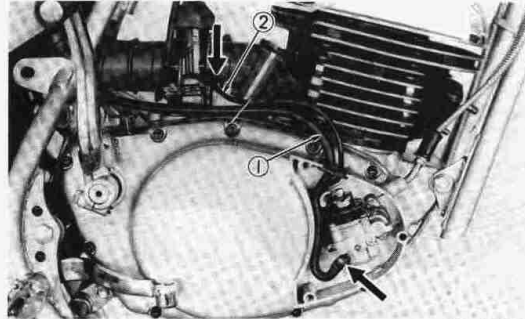

Fig. 3-2-8
4. Remove oil pipe at oil pump and oil delivery pipe at carburetor (Fig. 3-2-8)
4. Débranchez le tuyau d'huile de la pompe à huile et le tuyau de distribution d'huile du carburateur. (Fig. 3-2-8)